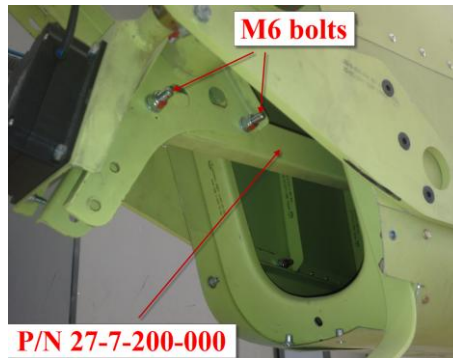

Fig. 2 – Stabilator mass balance beam removal / Rimozione asta massa di bilanciamento
1. Unscrew and remove the two bolt hex head M6 (See Fig.2);
1. Svitare e rimuovere i perni a testa esagonale M6 (Vedi Fig.2);